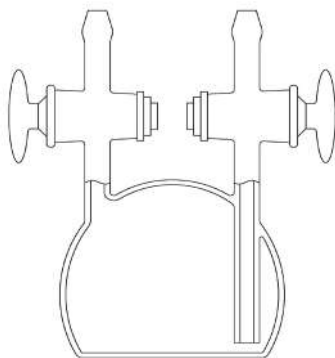

Рис. 164. Пикнометр газовый
5. **Пикнометр газовый** (рис. 164) - стеклянный сосуд, наполненный газом, взвешивают на аналитических весах. Предварительно следует измерить температуру и атмосферное давление. Затем пикнометр присоединяют к вакуум-насосу, открывают один кран и через него полностью откачивают газ. После этого кран закрывают, а прибор взвешивают. Массу газа определяют, как разность массы сосуда с газом и без него. Плотность газа в текущих условиях определяют путем деления разницы масс пикнометра с воздухом и без него на объем стеклянного сосуда (его необходимо определить заранее).